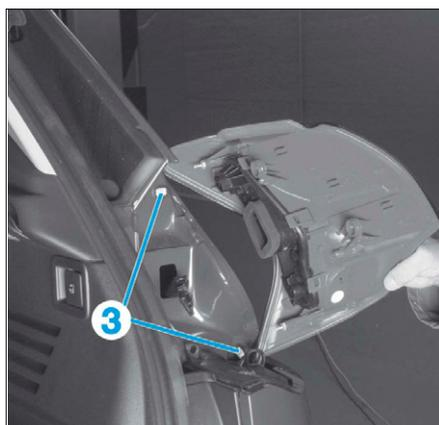

FIG. 85
- Dégager le feu des pions (3) (Fig.85).